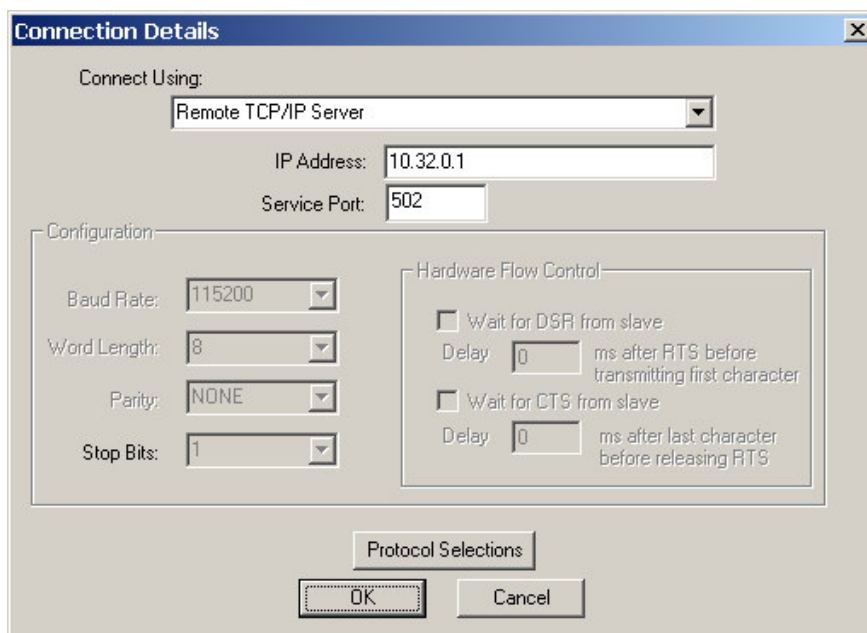

Рисунок 27 – Диалоговое окно «Connection Detail»
- в поле «Service Port:» ввести значение «502», см. рисунок 27;